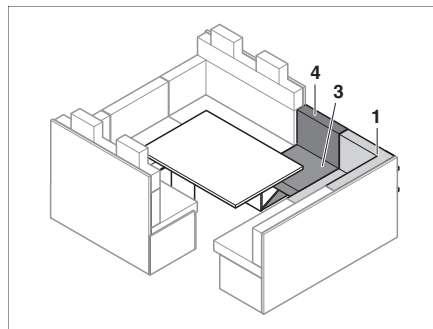

Bild 120 Nach dem Vergrößern
- Sitzpolster (Bild 120,1) wieder anbringen.